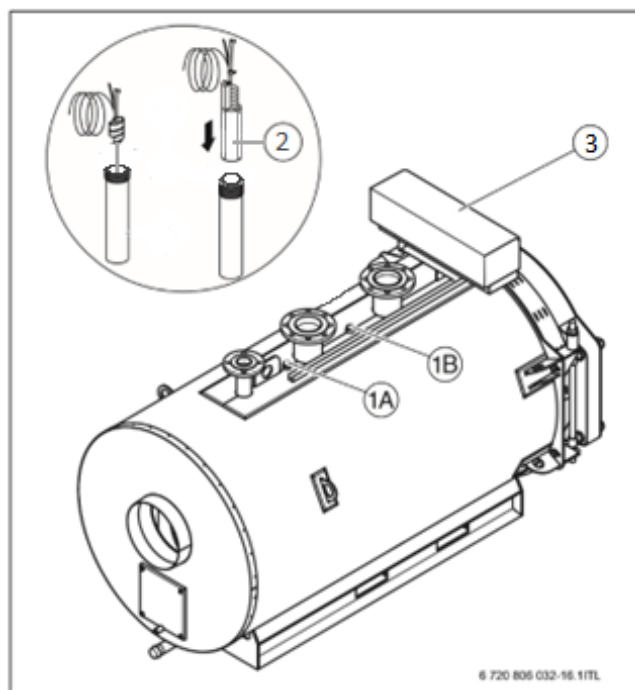

Рисунок 16 Установка датчика температуры ONIX 100 – 850 кВт
- Наденьте уплотнение на фланец горелки (Рисунок 16, [3]).